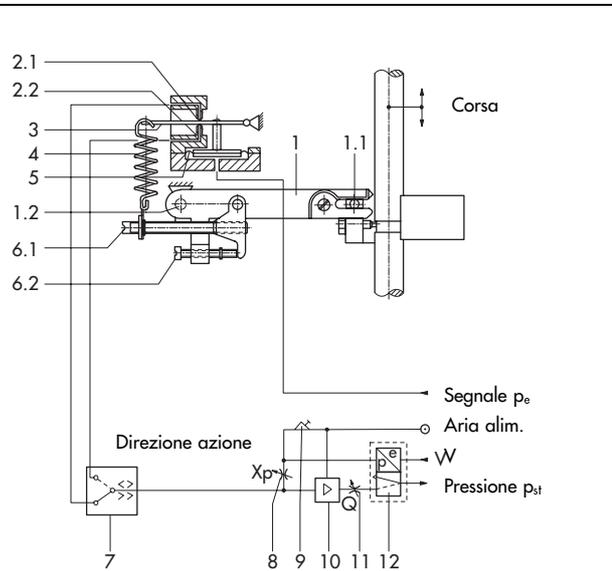
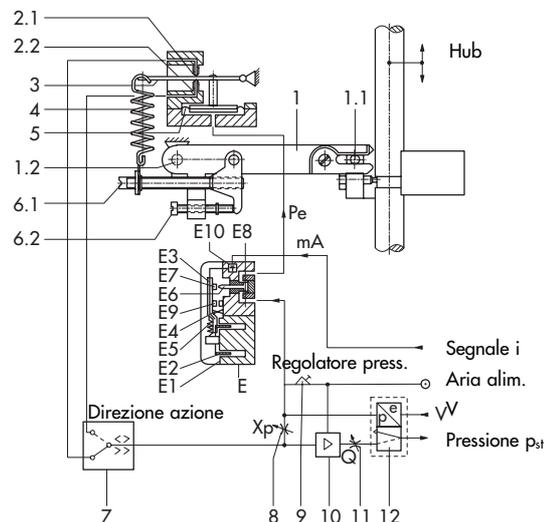

Fig. 6 - Schema di funzione del posizionario tipo 3766 (Snodo della leva di tasteggio per installazione diretta sull'attuatore pneumatico tipo 3277)
Fig. 7 - Schema di funzione del posizionario tipo 3767
Il posizionario pneumatico tipo 3766 (Fig. 6) e il posizionario elettropneumatico (i/p-) tipo 3767 (Fig. 7) differiscono solo per l'unità di trasformazione (E) installata nel posizionario i/p.
Nel tipo 3767 (Fig. 7) il segnale in corrente continua i proveniente dal dispositivo di regolazione passa attraverso la bobina ad immersione (2) che si trova nel campo di un magnete permanente (1). Sulla leva di bilanciamento (E3) la forza della bobina, proporzionale alla corrente i , viene confrontata con la forza della pressione dinamica, generata sulla piastrina (E7) dal getto dell'ugello (E6). Al variare del segnale in corrente varia proporzionalmente anche la pressione p_e portata al sistema pneumatico di comando.
Legenda delle figure 6- 8